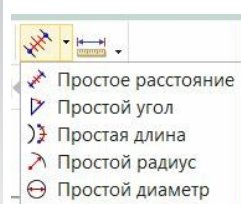
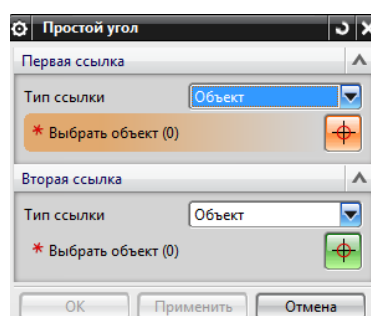

рис.79
рис.80
- **Измерение углов** нужно выполнять с помощью второй справа пиктограммы на рис.72. Кликните по маленькой стрелочке справа около этой пиктограммы, и из представленного списка возможных измерений выберите опцию «Простой угол» (рис.79). В ответ система предоставит диалоговое окно рис.80.